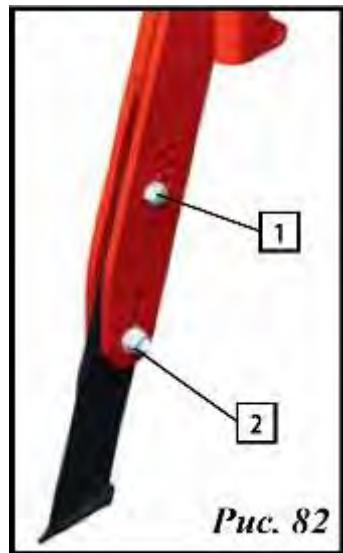

Рис. 82
- 1 - Снять гайку и установочный болт (1, рис. 82).
- 2 - Ослабить гайку и крепежный болт (2, рис. 82).
- 3 - Поместить анкерный сошник на требуемый уровень, при этом отверстия сошника (A или B, рис. 82) должны совпасть с отверстиями кронштейна.
Крепежный болт (1, рис. 82) устанавливать в отверстие сошника с тем же буквенным обозначением, что и отверстие кронштейна. Положение отверстий и болтов «A» и «B» **НЕ ВЗАИМОЗАМЕНЯЕМЫ**. Соотношение между глубиной хода анкерного сошника и положением установочного болта (1, рис. 82) приведены в следующей таблице и на рисунке 83.